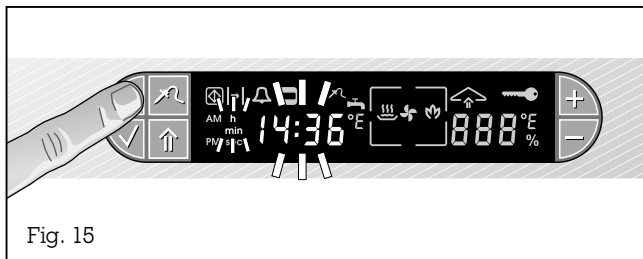

Fig. 15
- Premete il tasto  (Orologio) **3 volte**. Il simbolo ^h_{min} (Unità di tempo) lampeggia sul display. L'indicatore visualizza l'orario attualmente regolato (Fig. 15).